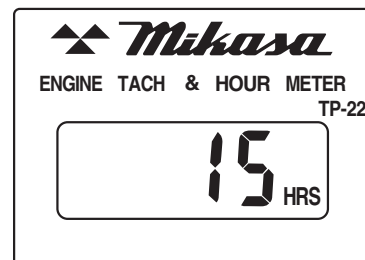

Figure 15. Horomètre/tachymètre (temps cumulé)
4. Quand le moteur est à l'arrêt, l'horomètre/tachymètre indique toujours « temps cumulé » (Figure 15).